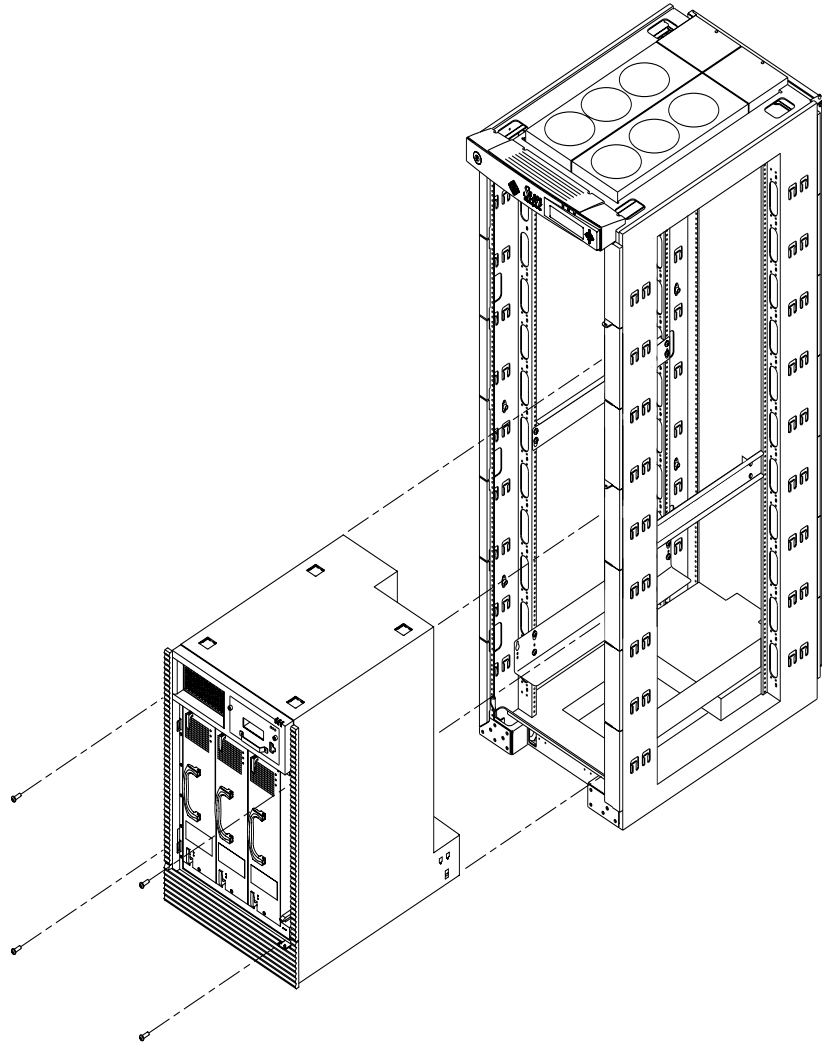

図 2-4 Sun Fire キャビネットへの Sun Fire 4800 システムの取り付け
2. 正面から、キャビネットの下部取り付けレールにシステムを挿入します (図 2-4)。